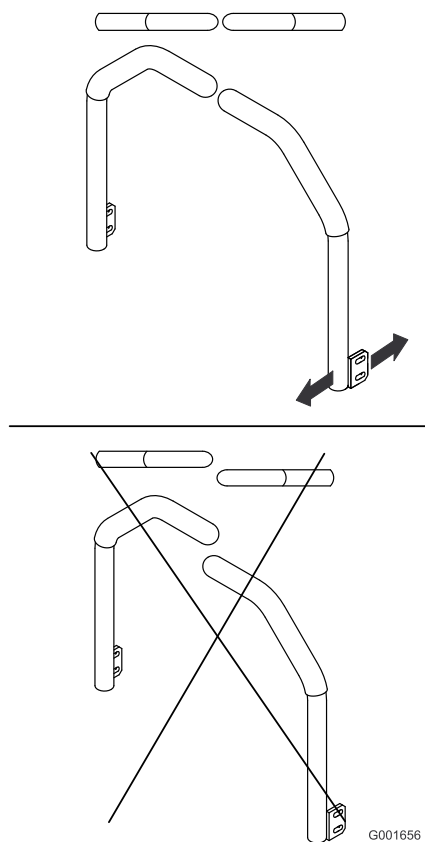

Figure 68
5. Réglez les leviers de commande de sorte à les aligner (Figure 68) et serrez les boulons de fixation des leviers aux montants.